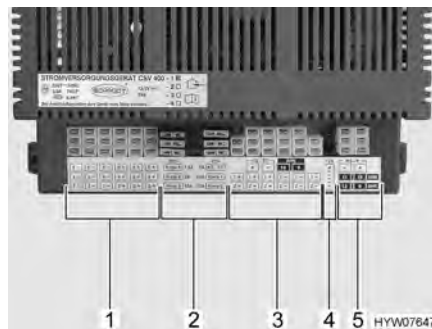

Fig. 95 Appareil d'alimentation électrique CSV 400-1
**Emplacement** L'appareil d'alimentation électrique (Fig. 95) est monté dans la penderie.